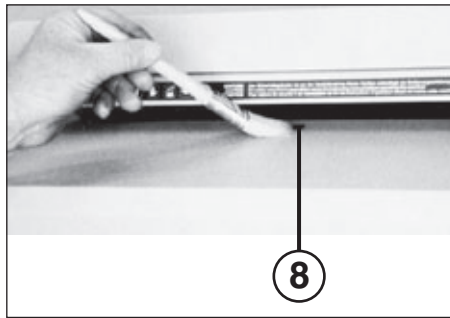

Abb. 4
- 8 = Lichtschranke (Vorwärtslauf) (Abb. 4)**
REINIGUNG DER FOTOZELLEN (8) (Abb. 4): Sollten Papierstücke im Einlaßschlitz zum Liegen kommen (z. B. nach einem Papierstau) ist es möglich, daß das Gerät durch die „belegte“ Lichtschranke nicht mehr ausschaltet. Sie können die Papierstücke entfernen, bzw. die Fotозelle reinigen, indem Sie dem Schneidwerk ein weiteres Blatt Papier zuführen, oder die Maschine auf Rückwärtslauf schalten und mit einem Pinsel kurz über die beiden „Augen“ der Fotозelle wischen.